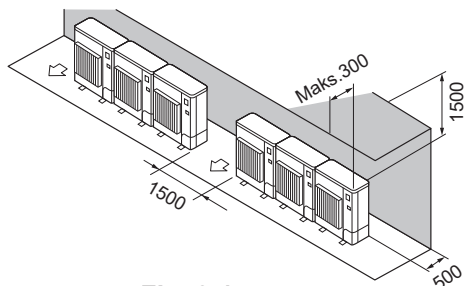

Fig. 2-14
- (2) Kun forhindringer bagved og ovenover (Fig. 2-14)